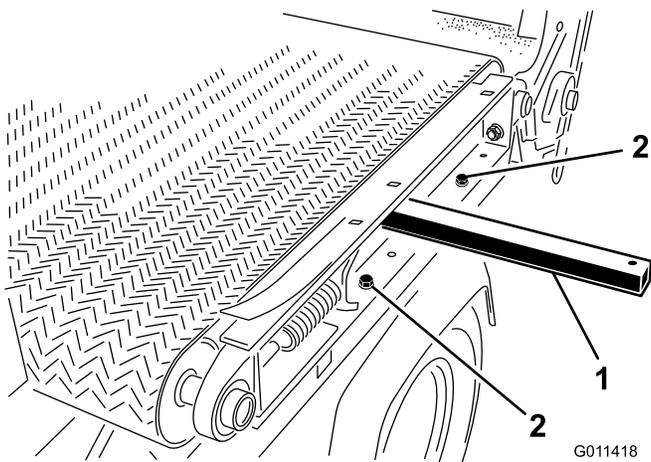

Рисунок 35
- 7. Снимите на левой стороне машины 2 винта с головкой, шайбы и гайки крепления подвижной плиты к раме (Рисунок 35).
- Вставьте подъемный рычаг в отверстие на левой стороне машины и поднимите подъемный рычаг, чтобы наклонить подвижную плиту (Рисунок 35).